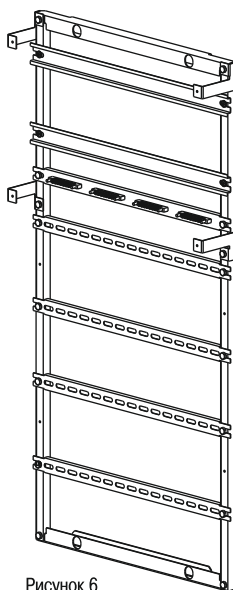

Рисунок 6
2.5 Установите собранную Рейку под шину «PEN» и Планки (четыре – для ЩЭ-3, -4, -5, -6 и две – для ЩЭ-2) и закрепите на раме с помощью болтов М6х14 и гаек М6 (рисунок 6). Болтовое соединение согласно приложению 1.